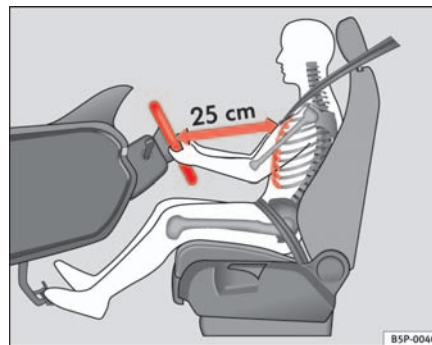

Fig. 129 Posição correcta do banco do condutor
- Ajustar o volante, até ser atingida a posição pretendida ⇒ **fig. 129**.
- Ajustar o banco do condutor ou o volante, de modo a que a distância entre o volante e o esterno seja de pelo menos 25 cm ⇒ página 160, fig. 129. Se não se respeitar a distância mínima, o sistema de airbag não pode exercer a sua função de protecção – perigo de vida!